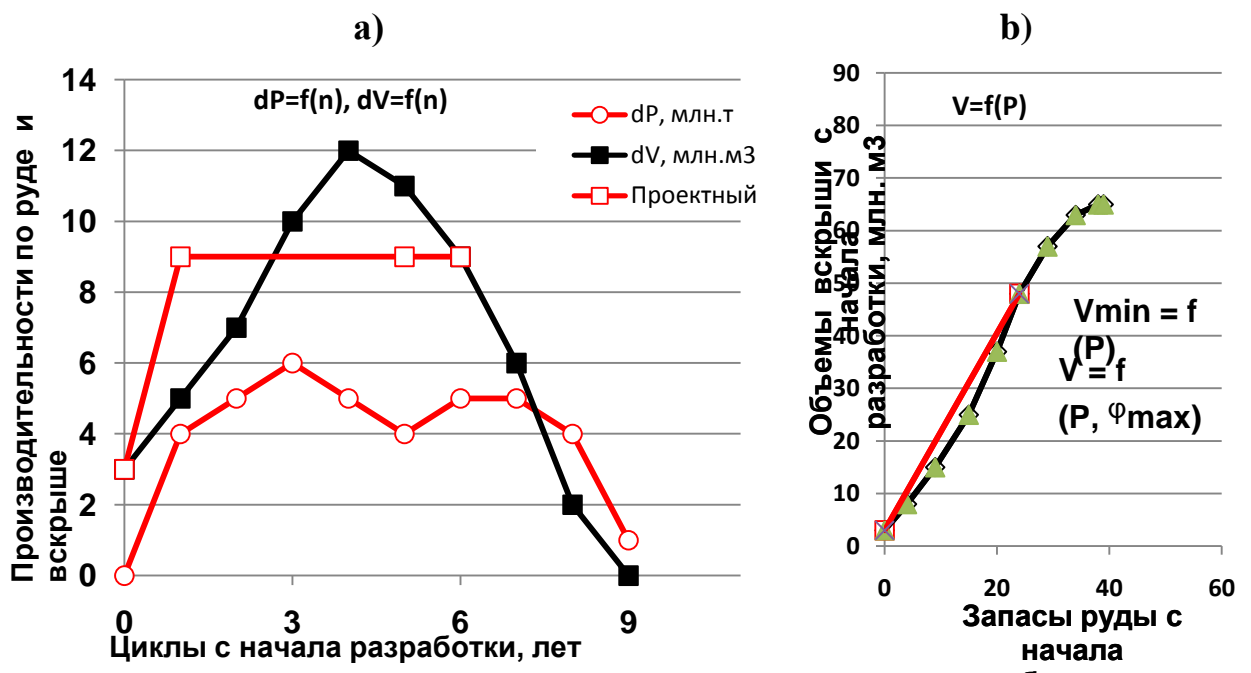

Рис. 1 – Графики режима горных работ
1. Построение (а) дифференциального и (б) интегрального графиков режима горных работ. По заданным dP и dV подсчитываем накопительные объемы P и V в рабочих контурах карьера. Строим графики $dP = f(n)$, $dV = f(n)$, и $V-f(P)$ (рис. 1).